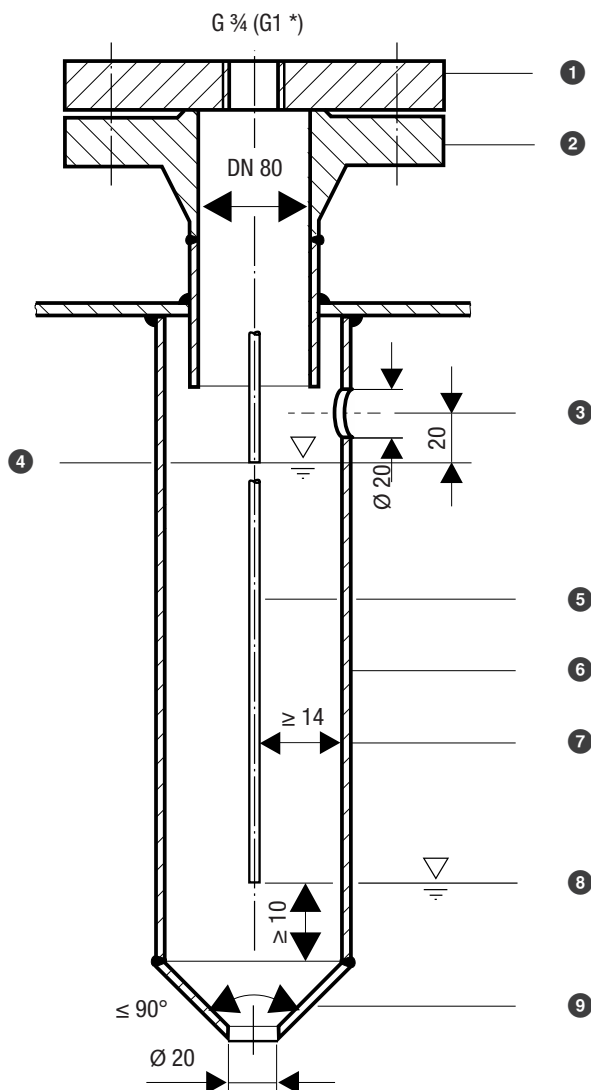
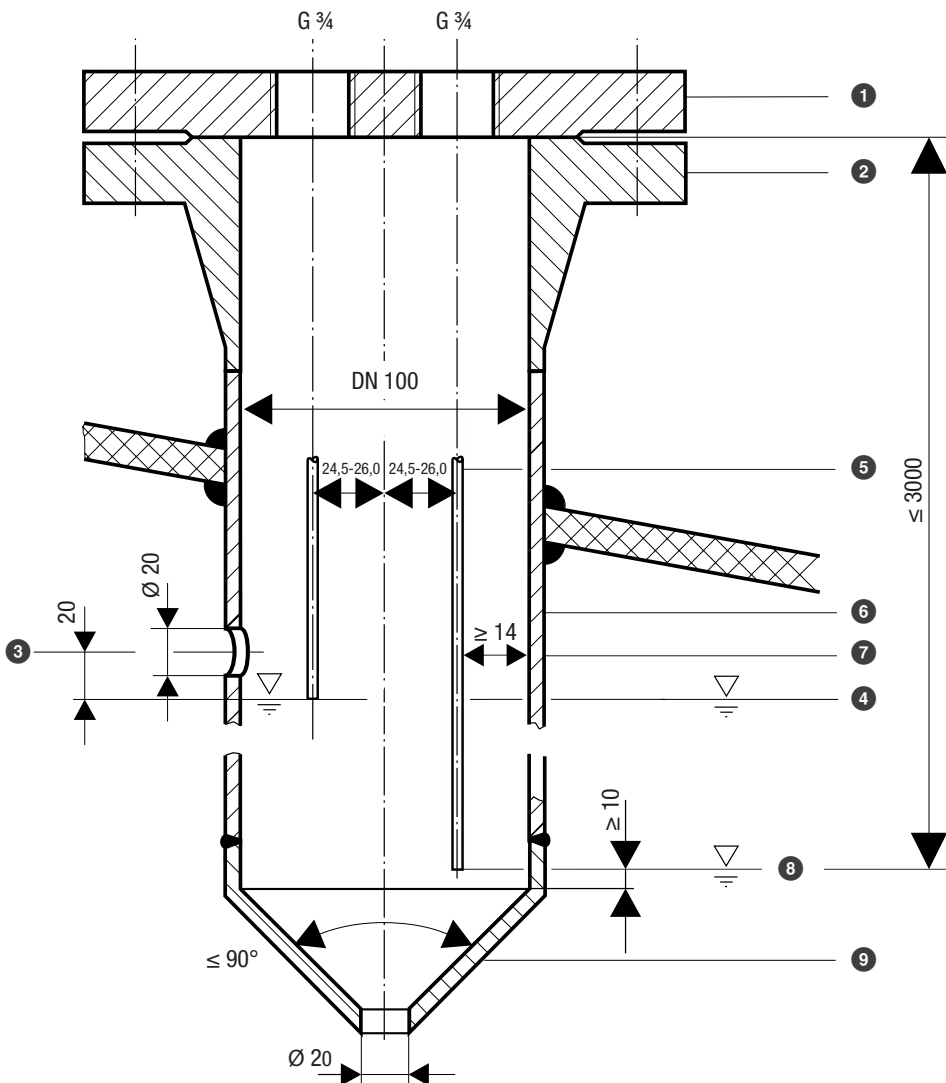

Fig. 17
Fig. 18
- Respete las medidas de distancia mínimas al montar el electrodo de nivel, véanse los ejemplos de montaje Fig. 17 a Fig. 19.
Ejemplos de montaje con especificaciones de medidas, véase Fig. 17, página 33
Ejemplos de montaje con especificaciones de medidas, véase Fig. 18, página 34
Leyenda de Fig. 17 a Fig. 19
- ❶ Fig. 17: Brida (PN 40, 63, 160, 320) DIN EN 1029-01
- Fig. 18: Brida (PN 40, 63, 160) DIN EN 1029-01
- ❷ Racor de conexión
- ❸ Orificio de compensación (¡colocar lo más cerca posible de la pared de la caldera!)
- ❹ Nivel alto de agua (NA)
- ❺ Varilla del electrodo, $d = 8 \text{ mm}$
- ❻ Fig. 17 (electrodo individual): Tubo protector DN 80
- Fig. 18 (dos electrodos): Tubo protector DN 100
- ❼ Distancia del electrodo $\geq 14 \text{ mm}$ (línea de aire y de fuga)
- ❽ Nivel bajo de agua (NB)
- ❾ Fig. 17 (electrodo individual): Pieza de reducción DIN 2616-2
- Fig. 18 (dos electrodos): Pieza de reducción DIN 2616-2